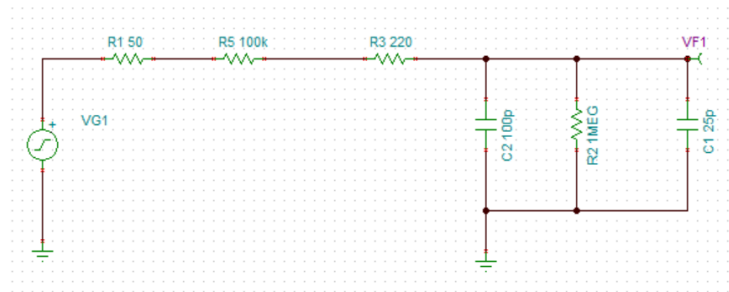

Figura 35: Circuito equivalente usando la punta 1:1(x1)
b) **Para la punta x1**, tenemos un circuito como el de la figura 35. Este circuito tiene en cuenta a la resistencia interna del generador, así como también a la capacitancia y resistencia interna del osciloscopio.